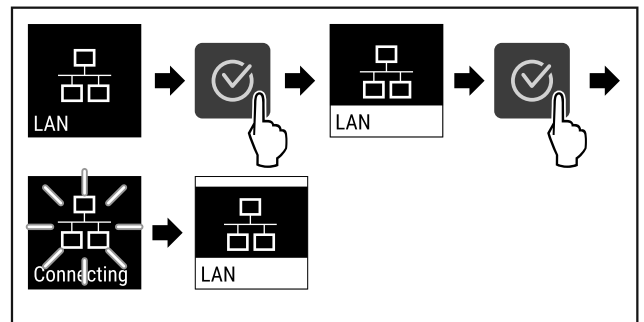

Fig. 90
- ▶ Изпълнете стъпките (виж Fig. 90).